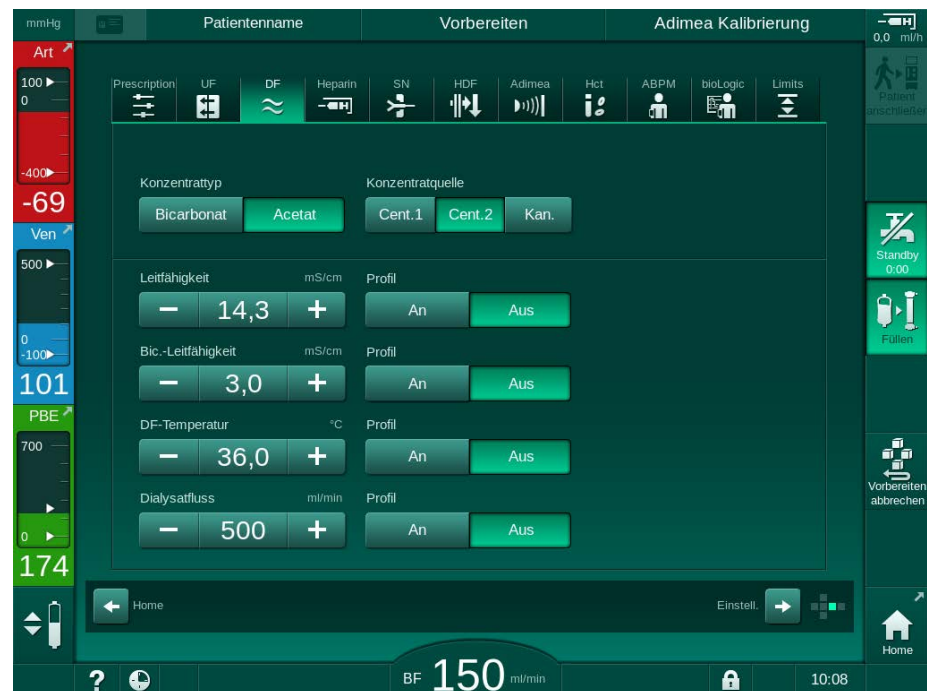

Abb. 5-17 DF-Parameter auf dem *Eingabe*-Bildschirm
1. *Profil, An* für den entsprechenden Parameter im DF-Parameter-Bildschirm (Abb. 5-17 DF-Parameter auf dem Eingabe-Bildschirm (118)) wählen.